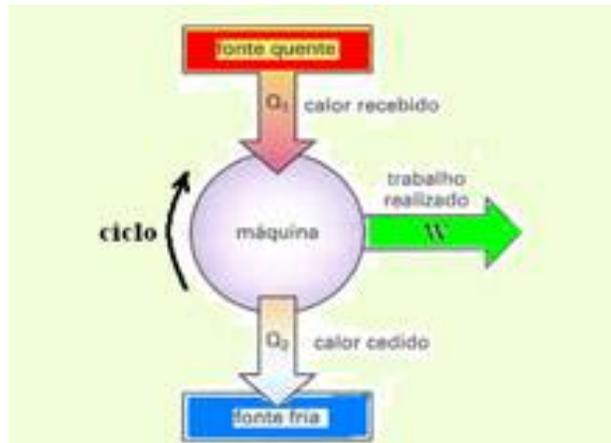

Figura 9.5: Diagrama de uma máquina térmica
7. (UFF-RJ- modificada) O esquema mostrado na figura 9.5 representa o ciclo de operação de determinada máquina térmica cujo combustível é um gás. Ao término de cada ciclo, a máquina retorna às condições iniciais, com o gás alcançando a mesma temperatura que tinha no início do ciclo. Quando em funcionamento, a cada ciclo o gás absorve calor (Q_1) de uma fonte quente, realiza trabalho mecânico (W) e libera calor (Q_2) para uma fonte fria, sendo a eficiência da máquina medida pelo quociente entre W e Q_1 . Uma dessas máquinas, que, a cada ciclo, realiza um trabalho de $3,0 \times 10^4\text{ J}$ com uma eficiência de 60%, foi adquirida por certa indústria. Em relação a essa máquina, conclui-se que os valores de Q_1 , de Q_2 e da variação da energia interna do gás são, respectivamente: